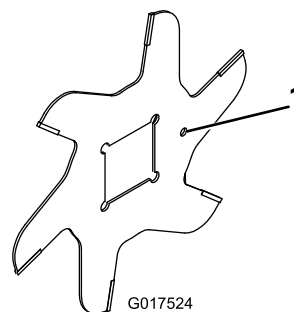

Figura 15
1. Monte uma lâmina (Figura 15).
4. Instale lâmina seguinte no sentido dos ponteiros do relógio de forma a o orifício de referência (Figura 15) não ficar alinhado com o orifício da primeira lâmina por um furo do eixo.